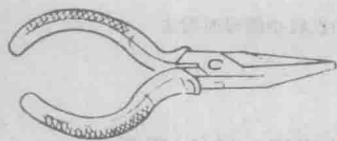

图2-8 尖嘴钳
(4)尖嘴钳 尖嘴钳的头部尖细,适用于在狭小的工作空间操作。尖嘴钳也有铁柄和绝缘柄两种,绝缘柄的耐压为500伏,其外形如图2-8所示。